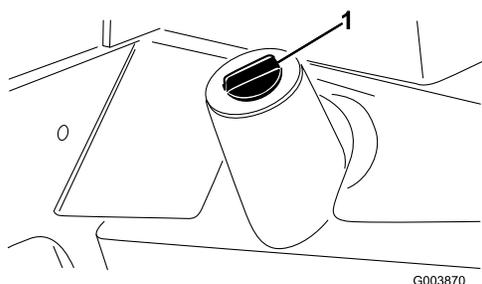

図 71
- タンクの底についているドレン・プラグの下にオイルを受ける容器をおく (図 71)。
油圧オイル・タンク (図 71) の底面にあるドレン・バルブをゆるめ、流れ出すオイルを容器に受ける。